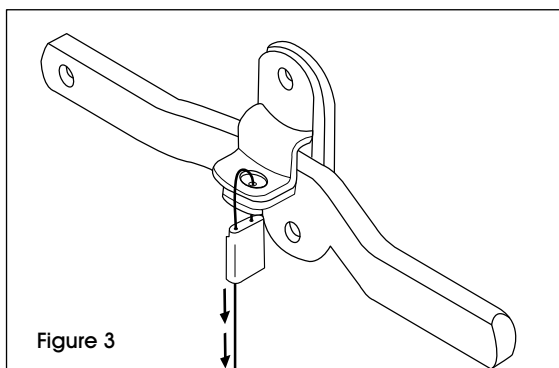

Figure 3
5. Tirez sur le câble pour faire diminuer la boucle du câble. (Voir Figure 3)